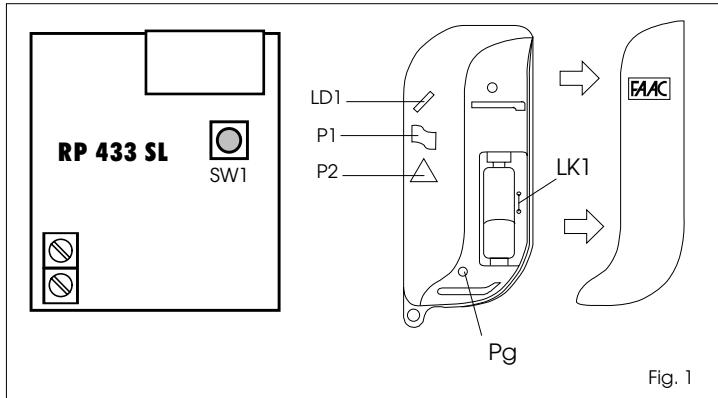

Fig. 1
- 4) Die Aktiviertaste P des Senderkanals zur Code-Selbstlernfunktion (Abb.1) loslassen.
- 5) Die Aktiviertaste P des Mustersenderkanals (Abb.1) loslassen.
Um den Sendercode vor unbefugter Duplikation zu schützen, kann der Jumper LK1, der in allen Sendern vorhanden ist (Abb.1), entfernt werden.
- 1) Abrir la caja del transmisor, deslizando la tapa como ilustra la fig.1, para acceder al botón de generación del código (Pg).